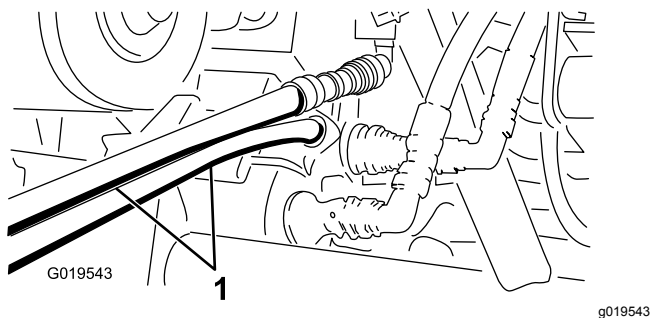

图71
5. 在另一台机器上将 2 个软管连接至仍在联轴器支架上的联轴器将顶部软管连接到顶部联轴器将底部软管连接至底部联轴器 图71。